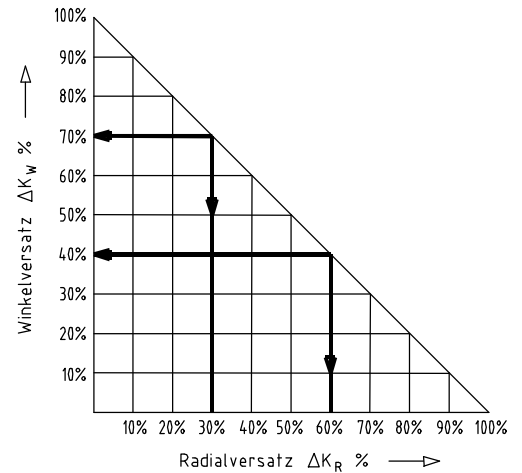

Bild 12: Verlagerungskombinationen
- Die in Tabelle 8 und 9 angegebenen Verlagerungswerte sind Maximalwerte, die nicht gleichzeitig auftreten dürfen. Bei gleichzeitigem auftreten von Radial- und Winkelversatz dürfen die zulässigen Verlagerungswerte nur anteilig genutzt werden (siehe Bild 12).
Beispiele für die in Bild 12 angegebenen Verlagerungskombinationen: